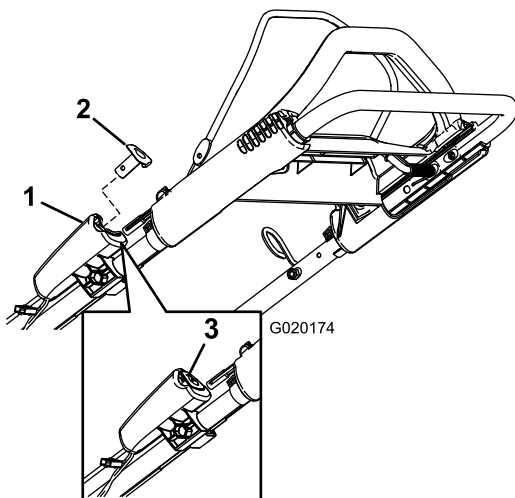

Рисунок 18
2. Нажмите кнопку электрического запуска и держите нажатой, пока двигатель не запустится (Рисунок 18).
Примечание: Если кнопка электрического запуска была снята, вставьте ее в электрический стартер, см. Рисунок 18.